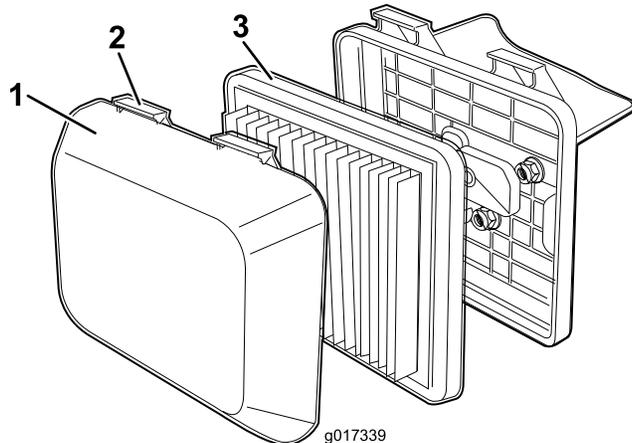

Рисунок 20
1. Нажмите книзу на язычки защелок наверху крышки воздухоочистителя (Рисунок 20).
3. Извлеките фильтр (Рисунок 20).